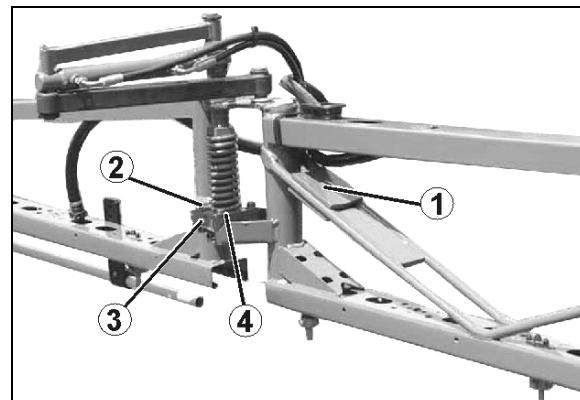

Fig. 156
Dacă nu, cu compensatorul de oscilații **deblocați**, aliniați timoneria de stropire depliată de la contragreutăți (Fig. 156/1) Fixați contragreutățile corespunzător la brațul în consolă.
1. Desfaceți șuruburile (Fig. 156/2) eclisei de fixare (Fig. 156/3) Alinierea se realizează direct de la gheara din plastic (Fig. 156/4) prin orificiile longitudinale ale eclisei de fixare.
3. Strângeți șuruburile (Fig. 156/2).